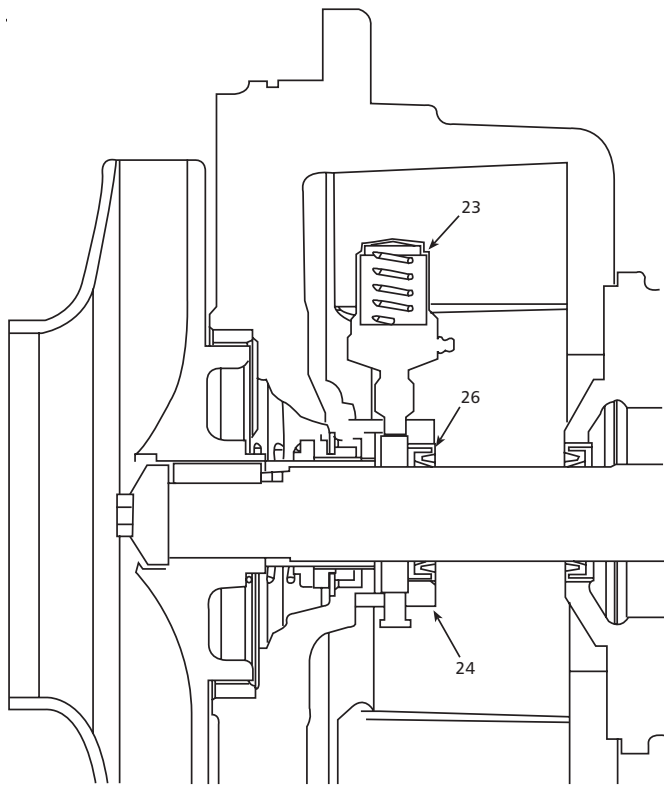

Figura 15
3. Para las aplicaciones de alimentación con aceitador, el casquillo para grasa se instala con la marca “O” en la posición de las 12:00. Las dos conexiones NPT de 1/8 pulg. sobre el casquillo para grasa estarán situadas sobre la horizontal, lo cual asegurará el funcionamiento apropiado del aceitador. El sello de reborde (26) debe montarse en la dirección inversa u opuesta, tal como se muestra en la Figura 15.
5. El alimentador de grasa (23) incluirá tres resortes (azul, rojo y plateado). El uso de resortes diferentes variará dependiendo de la temperatura de operación y del lubricante (grasa) a utilizarse.